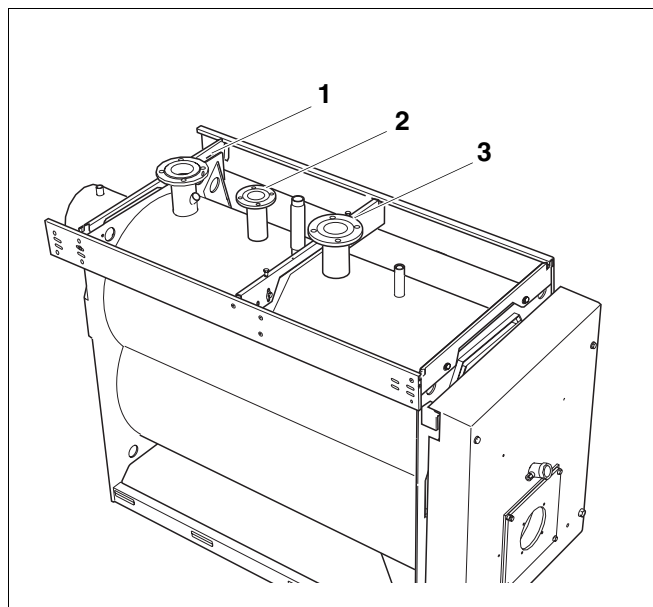

Рис. 20 Отопительный котел Logano S735
- Подсоединить обратную линию системы отопления к месту ее подключения на отопительном котле (рис. 20, поз. 3).